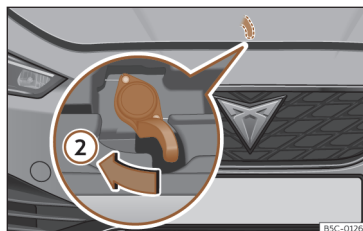

Fig. 214 Palanca bajo el capó.
- Para levantar el capó haga presión hacia la izquierda con la palma de la mano hacia abajo en la palanca situada debajo del capó, en el centro >>> **fig. 214** ②. Los ganchos de sujeción quedan desbloqueados.